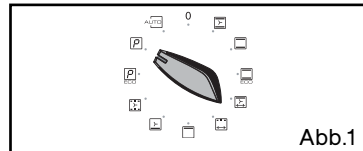

Abb.1
Den Wahlschalter auf  "Pyrolyse" oder  "Pyrolyse ECO" stellen (Abb. 1).
- Die Glasabdeckung entfernen (Abb. 1).